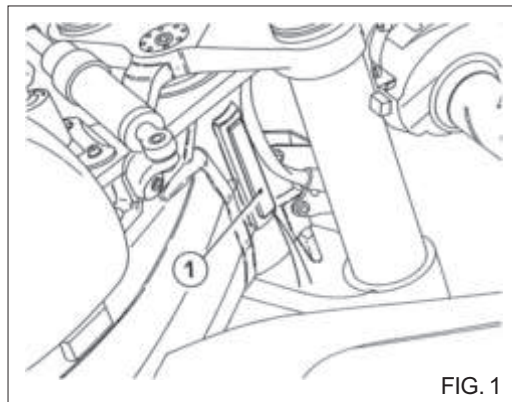

FIG. 1
- numero di matricola del motociclo riportato sulla destra del canotto di sterzo (Fig. 1);
- *serial number of the motorcycle stamped on the steering tube right side (Fig. 1);*
- numéro matricule gravé à droite du guidon (Fig. 1);
- *Rahmen-Nummer auf der rechten Seite des Steuerrohrs (Bild. 1);*
- número de matrícula de la moto que se encuentra a el derecho del tubo de dirección (Fig. 1);
- FIG. 1